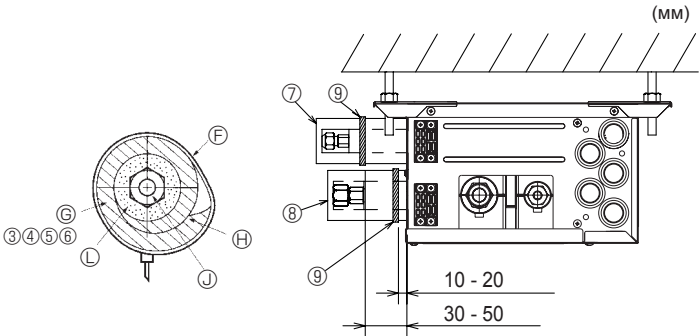
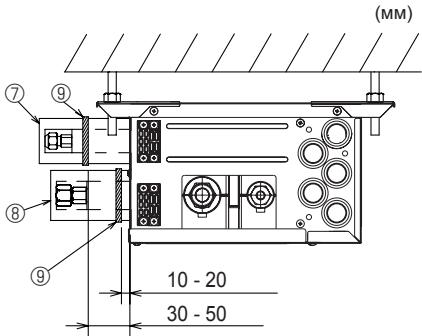

Fig. 7-3
Fig. 7-4
- Прижмите крышки труб ③ и ⑤ на жидкостном трубопроводе к прибору и оберните их, чтобы зафиксировать на месте. (Fig. 7-3)
- Прижмите крышки труб ④ и ⑥ на газовом трубопроводе к прибору и оберните их, чтобы зафиксировать на месте.
- Прикрепите входящие в комплект поставки зажимы ⑨ на расстоянии в 10 - 20 мм от каждого конца крышек труб (③ ④ ⑤ ⑥).
- Если внутренний прибор не подсоединен, наденьте входящие в комплект крышки труб (с колпачками, ⑦ и ⑧) на соединения трубопровода хладагента ответвительной коробки для предотвращения вытекания конденсата из труб. (Fig. 7-4)
- Затяните крышки труб (⑦ ⑧) на месте с помощью входящих в комплект поставки зажимов ⑨.
- © Нанесите охлаждающее масло на всю (Fig. 7-3) поверхность развальцованного места.
► Выполните следующие процедуры, относящиеся к деталям ответственной коробки, которые не подключены к внутреннему прибору. (Fig. 7-4)
- (1) Для предотвращения утечек хладагента, убедитесь в том, что конусные гайки затянуты в соответствии со значениями крутящего момента*, указанными в Таблице 3.
- (2) Для предотвращения конденсации установите крышки труб ⓑ ⓓ и затяните их входящими в комплект поставки зажимами ⓑ.